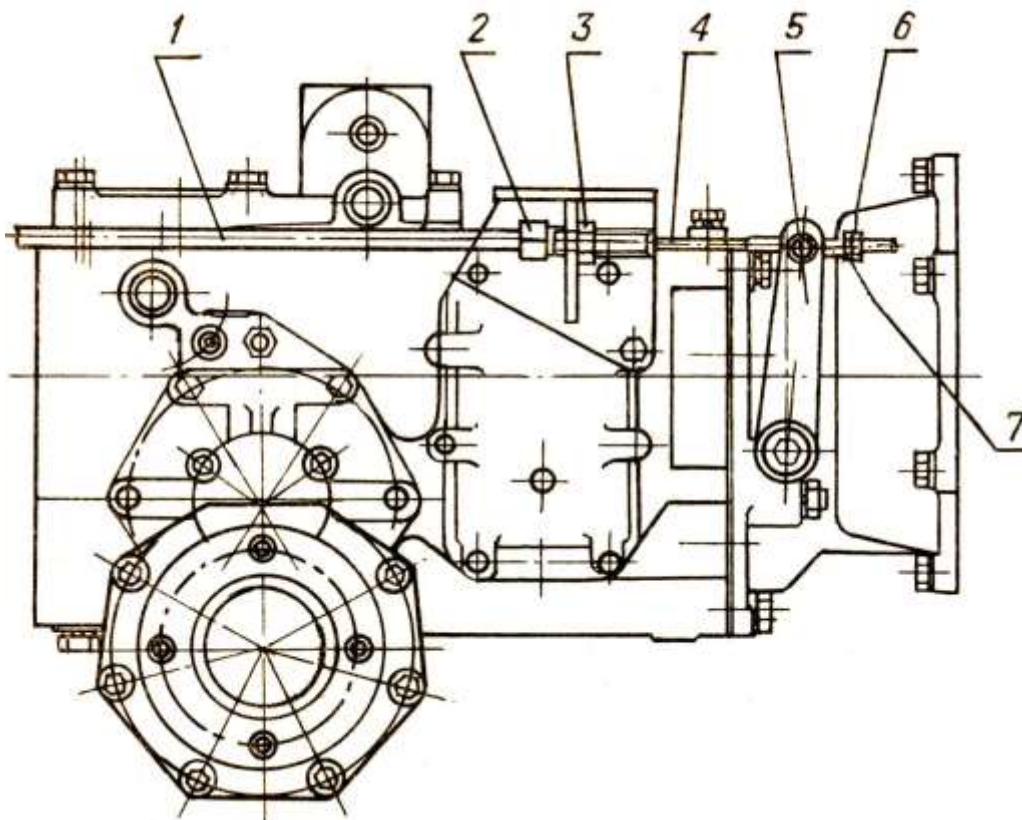

Рисунок 3.1 – Регулировка свободного хода педали сцепления
- отпустите контргайку 6 (рисунок 3.1);